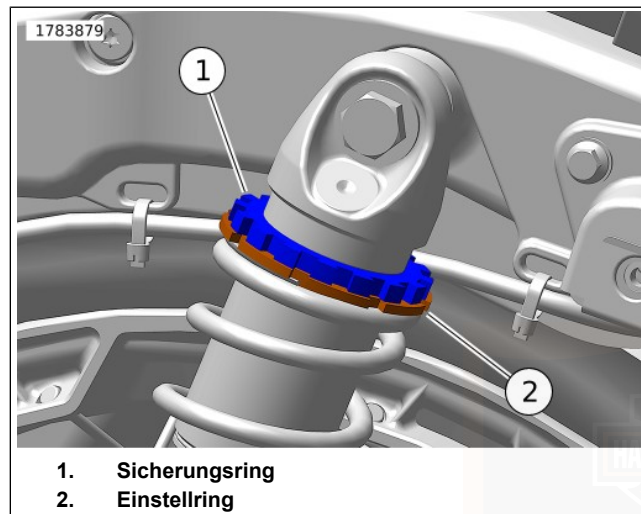

Abbildung 14. Einsteller mit Gewinde (rechter Stoßdämpfer)
5. Siehe Abbildung 14. Mit dem mitgelieferten Hakenschlüssel den Sicherungsring (1) am rechten Stoßdämpfer gegen den Uhrzeigersinn auf Minimum (MIN) drehen.
6. Den Einstellring (2) im Uhrzeigersinn drehen, bis der Abstand von der Oberseite des Einstellrings zur Unterseite des Sicherungsringes (in mm) mit dem berechneten Vorspannungsabstand übereinstimmt, der in den Schritten 3-c und 4-d oben ermittelt wurde.